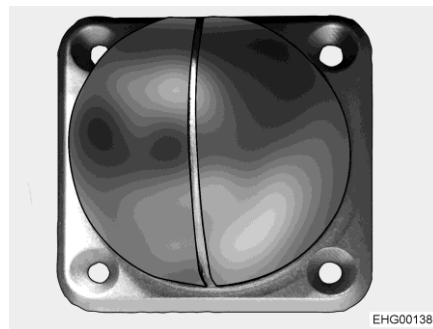

Fig. 108 Estación de acoplamiento (activa y pasiva)
- Estación de acoplamiento (Fig. 108) activa con función de cargador en el armario ropero
- Estación de acoplamiento (Fig. 108) pasiva debajo de un armario de pared
La lámpara móvil está encajada (Fig. 106) y se enchufa en una estación de acoplamiento (Fig. 108) pasiva.
- Encajar la lámpara (Fig. 106) y enchufarla en una estación de acoplamiento (Fig. 108) activa en el armario ropero.